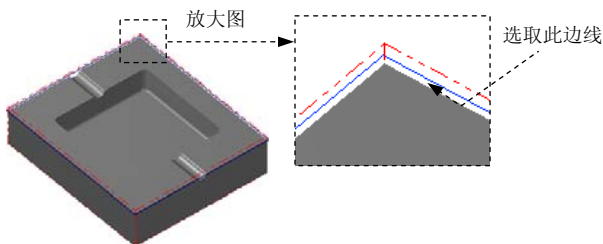
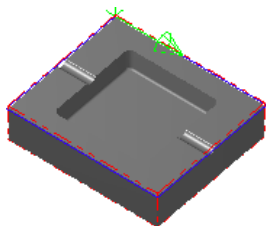

图 11.6 选取区域
图 11.7 定义区域
Step3. 设置加工区域。在图形区中选取图 11.6 所示的边线，系统自动选取图 11.7 所示